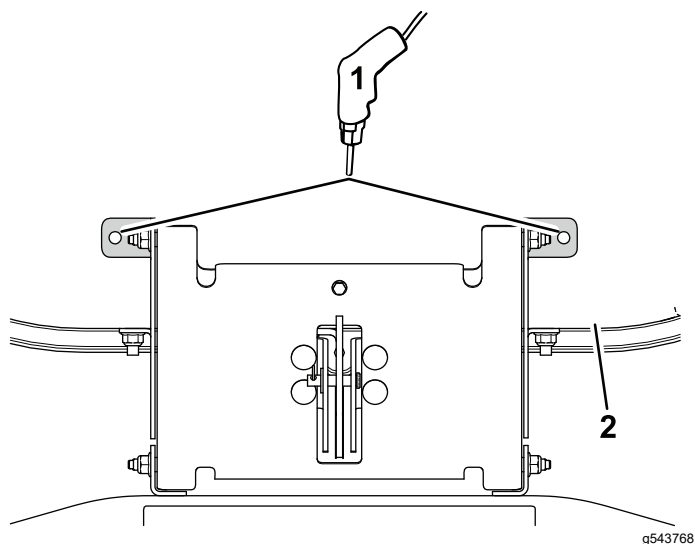

Figure 13
2. En utilisant les languettes du support de roue pivotante comme gabarit, percez 2 trous (8 mm ou 5/16 po) en haut du tablier, comme montré à la Figure 13.